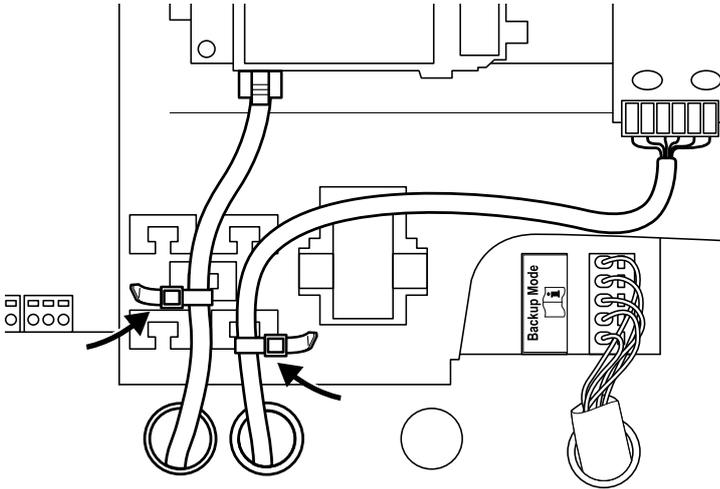

Abb. 37: Kabel auf der Kabelaufgabe befestigen
3. Alle Kabel mit einem Kabelbinder fachmännisch auf der Kabelaufgabe befestigen.  **Abb. 37**